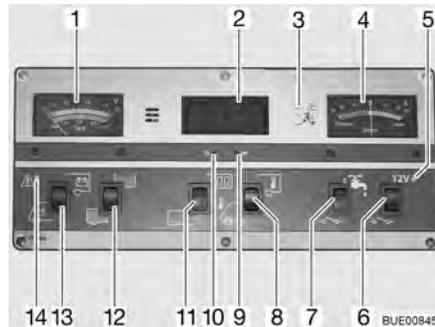

Fig. 110 Pannello di controllo IT 994
Per l'indicatore volt/serbatoio (Fig. 110,1) leggere la scala superiore. L'indicatore si illumina automaticamente appena viene premuto un interruttore.
- Premere l'interruttore a bilico (Fig. 110,13) in basso: Viene indicata la tensione della batteria di avviamento.
- Premere l'interruttore a bilico (Fig. 110,13) in alto: Viene indicata la tensione della batteria dell'abitacolo.
Per l'indicatore volt/serbatoio (Fig. 110,1) leggere la scala inferiore. L'indicatore si illumina automaticamente appena viene premuto un interruttore.
- Premere l'interruttore a bilico (Fig. 110,12) in alto: Viene indicato il livello del serbatoio dell'acqua.
- Premere l'interruttore a bilico (Fig. 110,12) in basso: Viene indicato il livello del serbatoio delle acque grigie.
La spia luminosa rossa ALARM (Fig. 110,14) inizia a lampeggiare non appena la tensione della batteria dell'abitacolo scende al di sotto di 11 V (misurazione durante il normale esercizio) con conseguente rischio che la batteria si scarichi troppo.
- Premere l'interruttore a bilico (Fig. 110,11) in alto: L'indicatore dell'orologio digitale si accende. L'indicatore per la temperatura è pronto al funzionamento.
- Premere l'interruttore a bilico (Fig. 110,11) in basso: L'indicatore dell'orologio digitale e l'indicatore di temperatura sono spenti.
- Premere con un oggetto sottile, p. es. con la punta di una matita, nell'apertura per l'indicazione delle ore (Fig. 110,10) finché non viene visualizzato il numero dell'ora desiderata.
- Premere con un oggetto sottile, p. es. con la punta di una matita, nell'apertura per l'indicazione dei minuti (Fig. 110,9) finché non viene visualizzato il numero dei minuti desiderato.
- Premere l'interruttore a bilico (Fig. 110,8) in alto: Viene indicata la temperatura interna.
- Premere l'interruttore a bilico (Fig. 110,8) in basso: Viene indicata la temperatura esterna.
Sullo strumento indicatore di corrente (Fig. 110,4) appare in permanenza la corrente attualmente erogata dalla batteria. L'indicatore si illumina automaticamente appena viene premuto un interruttore.
L'interruttore principale a 12 V (Fig. 110,6) inserisce o disinserisce il pannello di controllo e l'alimentazione a 12 V dell'abitacolo.
- Premere l'interruttore a bilico (Fig. 110,6) in alto: L'alimentazione a 12 V dell'abitacolo è inserita. La spia di controllo (Fig. 110,5) diventa verde.
- Premere l'interruttore a bilico (Fig. 110,6) in basso: L'alimentazione a 12 V dell'abitacolo è disinserita. La spia di controllo (Fig. 110,5) si spegne.
La spia di controllo a 12 V (Fig. 110,5) si accende non appena l'interruttore principale a 12 V (Fig. 110,6) viene inserito.
La spia gialla di controllo a 230 V (Fig. 110,3) si accende quando all'ingresso della centralina elettrica è presente una tensione di rete.
Accensione: ■ Premere l'interruttore a bilico (Fig. 110,7) in alto: L'alimentazione idrica è accesa.
Spegnimento: ■ Premere l'interruttore a bilico (Fig. 110,7) in basso: L'alimentazione idrica è spenta.